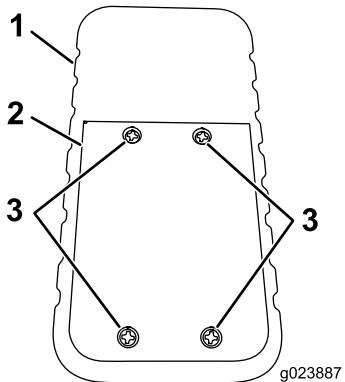

Figura 59
1. Afloje los cuatro tornillos que sujetan la tapa de las baterías (Figura 59).